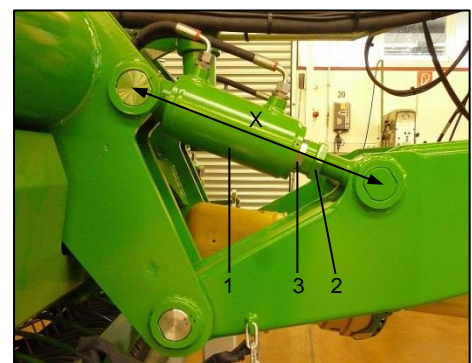

Bild 18: Deichsel Zylinder
- Die Deichsel Zylinder (Bild 18 / Pos.1) ganz einfahren.
- Die Kontermuttern (Bild 18 / Pos.2) lösen.
- Durch abwechselndes Verdrehen der linken und rechten Kolbenstange (Bild 18 / Pos.3) die Deichsel stufenlos einstellen.
- Ist das Einstellmaß des Pick-Up Zylinders erreicht, werden die Kontermuttern (Bild 18 / Pos.2) wieder festgezogen.